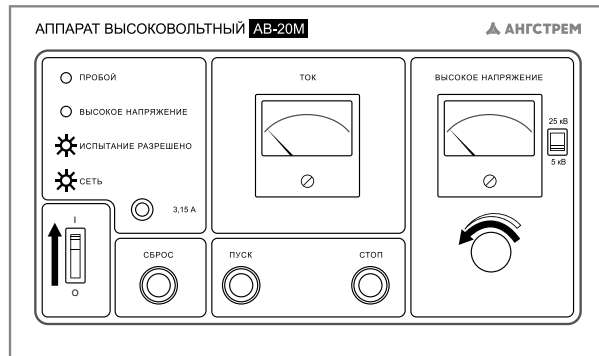

Рисунок 4
7.2 Включите установку (рисунок 4), переведя ручку автоматического выключателя сети в положение «1». При этом должна включиться индикация «СЕТЬ». При нахождении ручки регулятора напряжения в крайнем против часовой стрелки положении и при замкнутой цепи блокировки должна также включиться индикация «ИСПЫТАНИЕ РАЗРЕШЕНО».